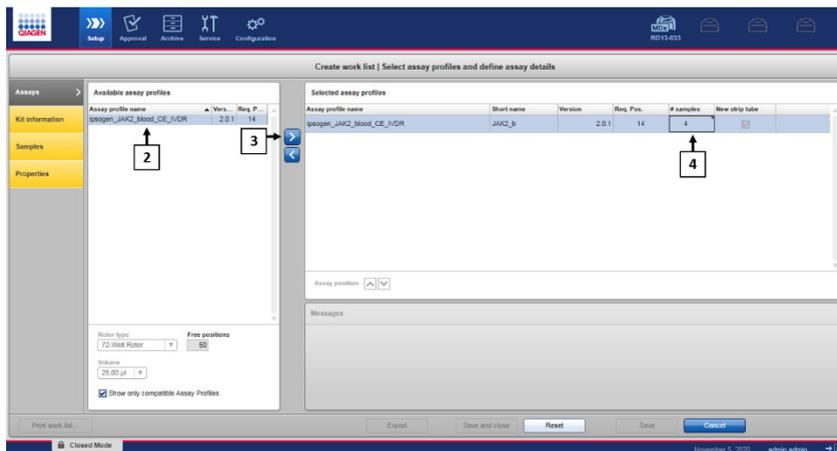

Figura 9. Creazione dell'elenco di lavoro – selezione del profilo dell'esame. 2: Profili dell'esame disponibili.
5. Selezionare il profilo dell'esame "ipsogen_JAK2_blood_CE_IVDR" dall'elenco di profili esame disponibili nel passaggio "Assay" (Esame) (Figura 9, numero 2).
6. Fare clic su ">" per trasferire il profilo dell'esame selezionato nell'elenco "**Selected assay profiles**" (Profili dell'esame selezionati) (Figura 9, numero 3). Il profilo dell'esame ora dovrebbe comparire nell'elenco "**Selected assay profiles**" (Profili esame selezionati).
7. Immettere il numero di campioni nel campo corrispondente (Figura 9, numero 4).